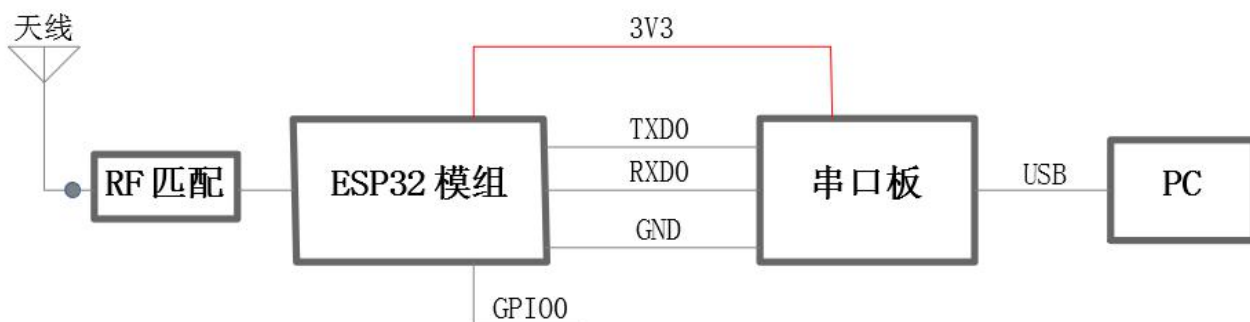

图 2-1 环境搭建框图
在硬件上，ESP32 芯片的 EN 脚通常在设计时通过 RC 延时电路连接到电源线 3V3 上。将芯片 TXD0, RXD0, GPIO0, 3V3 和 GND 通过杜邦线焊接出来，用于连接串口板对应的 pin 脚。串口板通过 USB 线连接到 PC，PC 通过串口板与待测样机通信并供电串口板。当测试传导时，RF cable 接到 ESP32 RF 匹配后面，若 II 型匹配后面同时有连接天线，则需要将天线断开。当测试辐射时，RF 匹配后面直接接天线。定频测试中待测样机的环境搭建框图见图 2-1。
- 按照图 2-1 环境搭建框图所示连接硬件